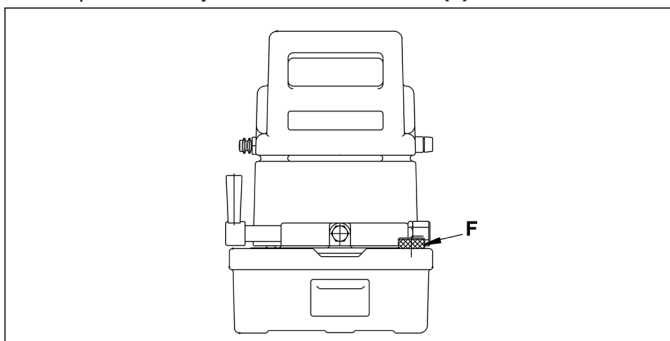

Figura 11
7.2 Trocando o óleo (Figura 11)